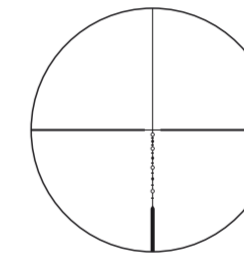

Fig. 3
- 1 Regardez dans l'oculaire, l'œil placé à 10 cm environ (4 pouces) de l'oculaire, pour voir le réticule BDC 800 (Fig. 3). Assurez-vous que votre œil est correctement aligné et positionné à la bonne distance, afin d'éviter que votre vue ne soit « bouchée ».